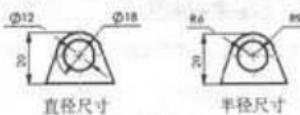

图 6-127 不同的圆弧尺寸
(9) 显示圆括号。勾选该复选框，可将尺寸显示为外加圆括号的形式，例如尺寸 50 可显示为(50)。
(10) 显示为双制尺寸。勾选该复选框，指定选择的尺寸以文件的“单位系统”及“双制尺寸”单位显示。两种单位可在“文件属性 - 单位”对话框（单击菜单栏中的“工具”→“选项”→“文件属性”→“单位”命令）中指定。例如在“双制尺寸”选项框中选择单位为“英寸”、在“系统单位”选项栏中点选“毫米”单选钮后，尺寸 R90 显示为双制尺寸 $50\text{mm}$ 。
(11) 显示为检查尺寸。勾选该复选框，可将选择的尺寸显示为检查尺寸。例如尺寸 20 显示为检查尺寸 $\square 20$ 。
(12) 只读。勾选该复选框，设置所选尺寸在工程图中为不可更改的只读状态。
(13) 从动。勾选该复选框，指定选择的尺寸是由其他尺寸或条件所驱动，且不能被修改。
(14) 直径尺寸。勾选该复选框，可指定所选圆弧或圆的尺寸为直径尺寸，而非半径尺寸，如图 6-127 所示。要将直径尺寸转换为半径尺寸，请取消对该复选框的选择。